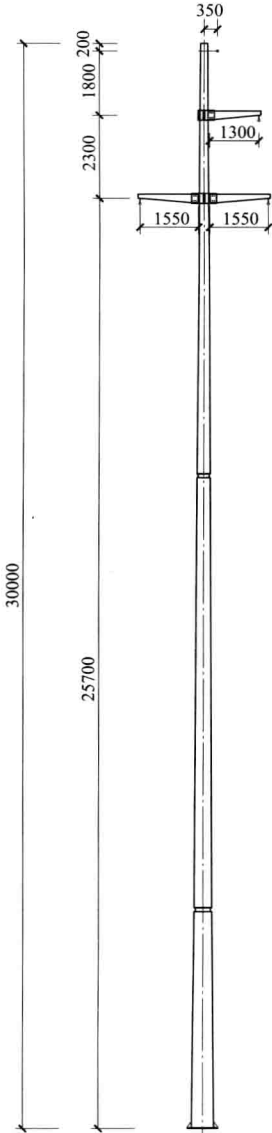

图 12.2.1-1 35GCD01-Z1 单线图
(2) 单线图及电杆设计参数见图 12.2.1-1、表 12.2.1-4 和表 12.2.1-5。